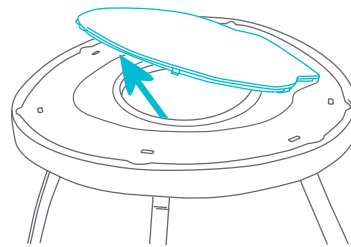

Fig. 4b
- Para extraer la plataforma, aplique presión desde abajo hacia el lado que apunta la plataforma mientras sostiene la tapa superior (Fig. 4b). La plataforma debería removerse con facilidad.